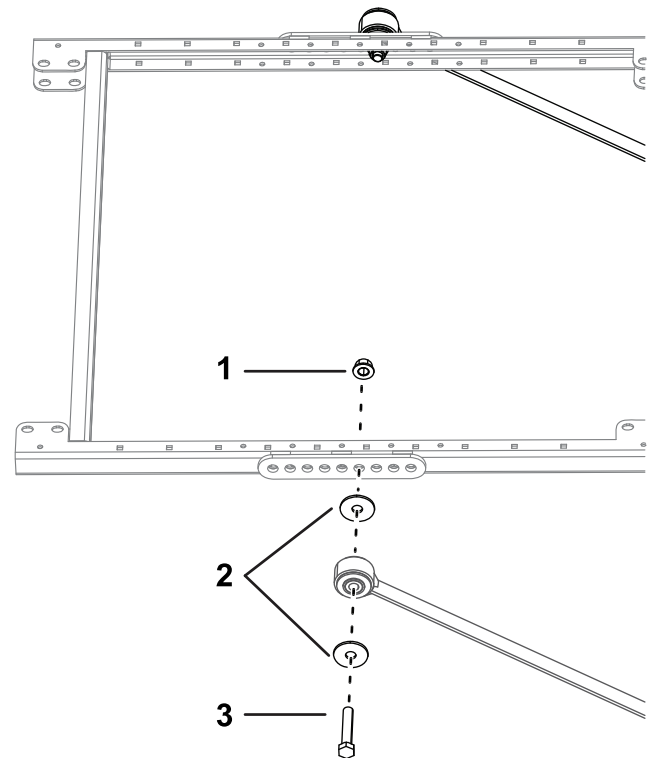

Figure 11
10. De chaque côté du cadre du pare-soleil, fixez légèrement une extension dans le quatrième trou du support du renfort à l'aide de 2 boulons ($\frac{1}{2}$ " x $2\frac{3}{4}$ "), 2 grandes rondelles et 2 écrous à embase ($\frac{1}{2}$ "), comme montré à la Figure 11.